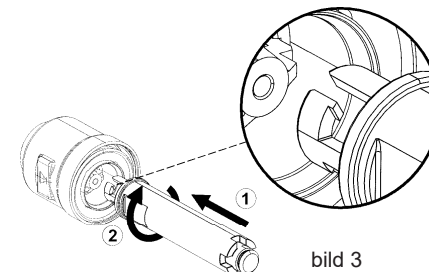

bild 3
- Använd underhøllsverktyget för att ta bort insatsen från huset. Før in verktyget och vrid medurs tills gængorna kopplar ihop sig. Dra ut insatsen (bild 3).